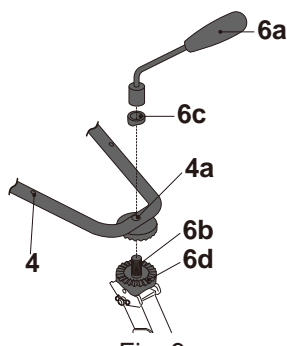

Fig. 9
- > Retire la palanca de ajuste de la empuñadura (6a) y la arandela (6c) y la palanca de ajuste de la empuñadura (6a). (Fig. 9)
- > Coloque la empuñadura en el perno (6a) y fíjelo con la arandela (6c) y la palanca de ajuste de la empuñadura (6a). (Fig. 9)